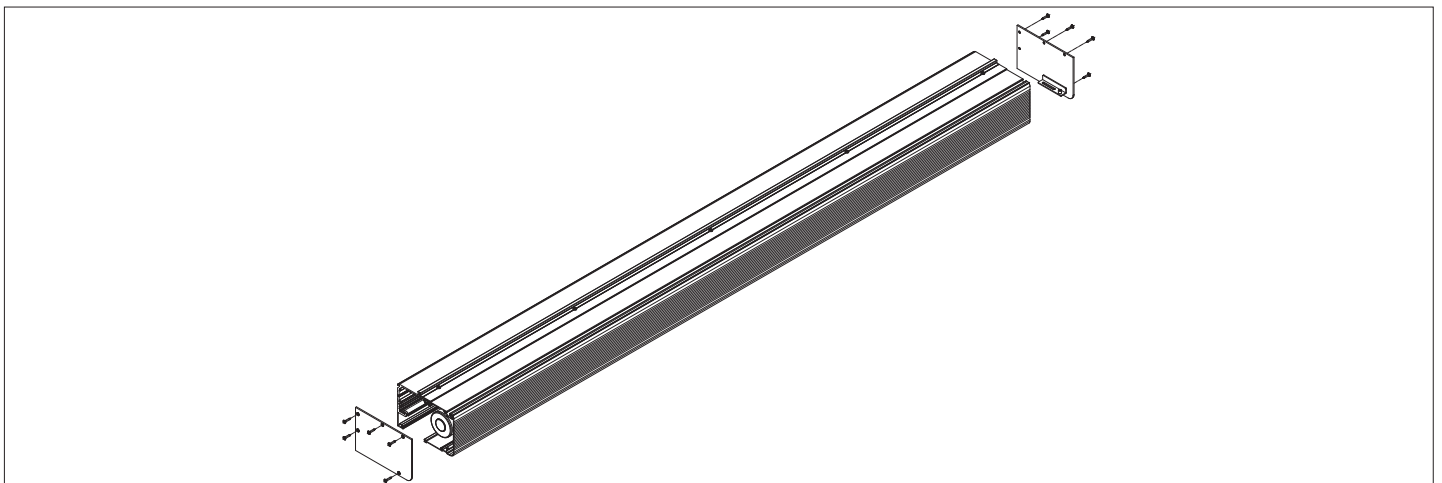

Рис. 4
3. По окончании монтажа деталей привода установите крышку привода и боковые крышки для окончательной сборки. Для обслуживания привода предусмотрена фиксация крышки привода в открытом положении под углом 135° (рис. 4).